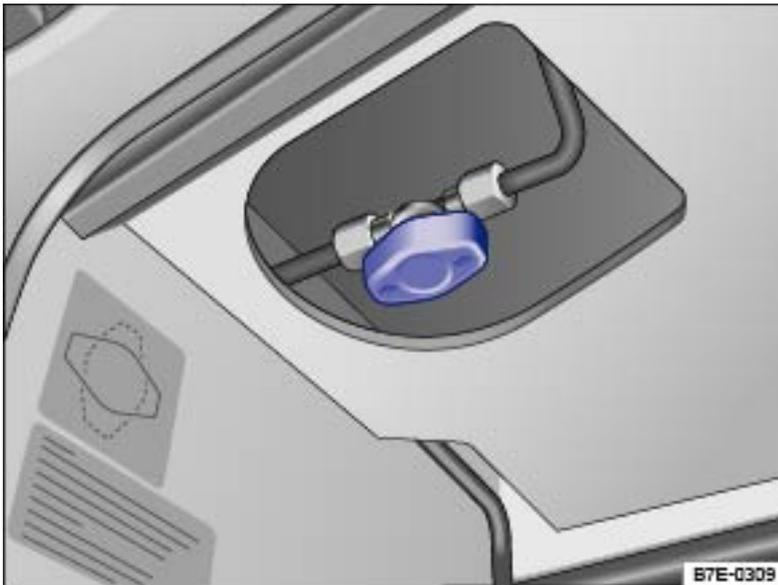

Fig. 61 Dans le bloc-cuisine, sous le réchaud à gaz : vanne de coupure de gaz ouverte.
- Ouvrez la vanne de coupure de gaz dans le bloc-cuisine → Fig. 61. La vanne de coupure de gaz est ouverte lorsqu'elle est parallèle à la conduite de gaz.